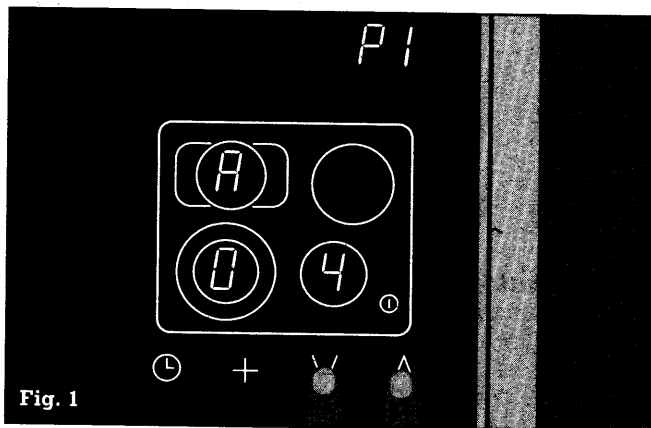

Fig. 1
- La table de cuisson étant allumée, effleurez les symboles **V** et **^**. Un signal sonore se fait entendre. Maintenez les doigts enfoncés pendant quelques secondes jusqu'à ce qu'un second signal sonore se fasse entendre et que **P1** s'allume sur l'afficheur de la minuterie. Enlevez les doigts des symboles. Sur l'afficheur des zones de cuisson, apparaît **A04**, ce qui correspond à une durée de fonctionnement de 4 minutes de l'accélérateur de chauffe (fig. 1).